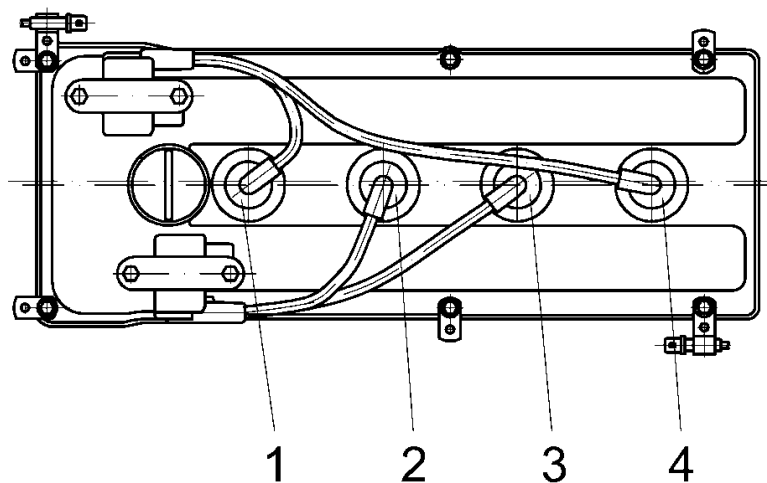

Рис.84. Порядок установки высоковольтных проводов:
14. Установить катушки зажигания на крышку клапанов и закрепить болтами с планками. Вставить в гнезда катушек высоковольтные провода в последовательности, показанной на рис.84.